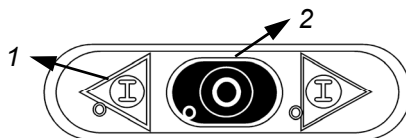

Рис. 5.3.1
5.3 - Проверка исправности кнопки остановки (рис. 5.3.1)
5.4 - Пуск машины (рис. 5.3.1)
Для запуска машины достаточно нажать кнопку пуска «1», Рис. 5.3.1, подсоединив штепсельную вилку к розетке электропитания, и машина начнет работу.
5.5 - Остановка машины (рис. 5.3.1)
Для остановки машины достаточно нажать кнопку остановки «2», Рис. 5.3.1, и машина остановится.